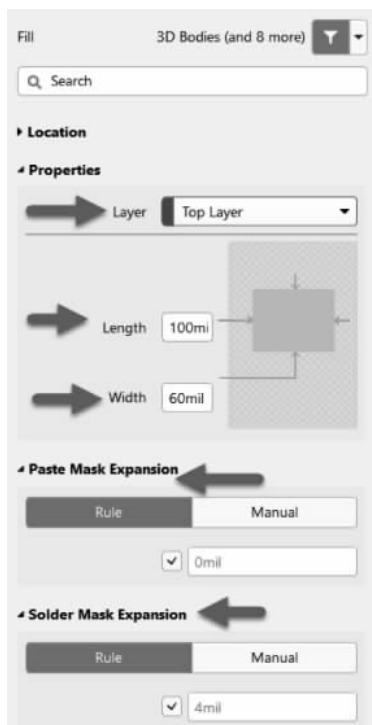

图 3-30 填充属性编辑面板
(1) 执行菜单栏中“放置”→“填充”命令,或者单击工具栏中的“放置填充”按钮 , 光标变成十字形状。
(2) 将光标移到要放置填充的位置,单击鼠标确定填充的一个顶点,移动光标到合适的位置再一次单击确定其对角顶点,从而完成填充的绘制。
(3) 此时仍处于放置填充状态,重复步骤(2)的操作即可绘制其他的填充。
(4) 设置填充属性。双击需要设置属性的填充(或在绘制状态下按 Tab 键),系统将弹出相应的填充属性编辑面板,如图 3-30 所示。